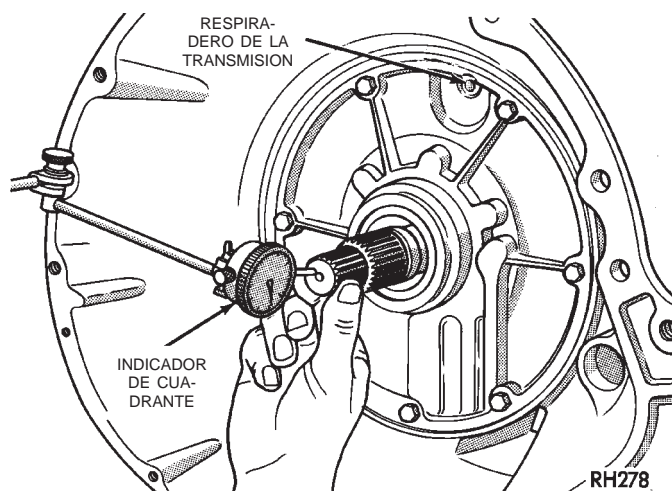

Fig. 113 Verificación del juego longitudinal del eje impulsor
(46) Mida el juego longitudinal del eje impulsor (Fig. 113).